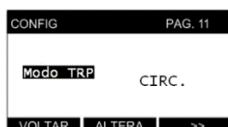

Figura 2
2. Pressione **>>** para acessar a configuração atual. Clique em **ALTERA** para prosseguir (figura 2);